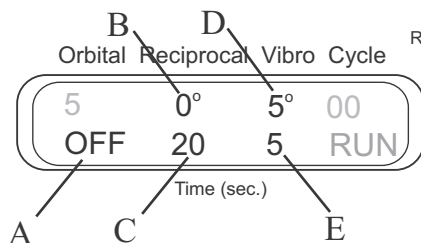

Рис. 9
Выключите 3D-орбитальное движение, установив время на ноль (A) (индикация OFF). Установите угол поворота 3D-покачивания на ноль (B). Установите время 3D-покачивания (C) (1–250 с) и продолжительность паузы. Установите угол поворота (D) (0–5°) и время (E) (1–5 с) 3D-вибродвижения (см. рис. 9).